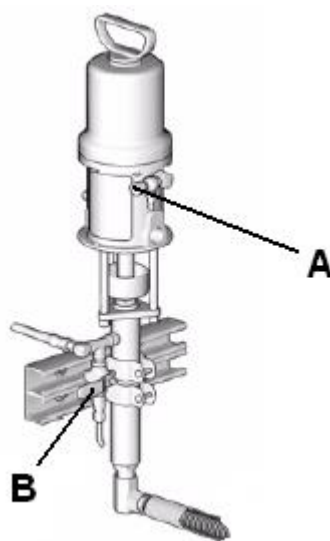

Рис.5
1. Закройте кран подачи воздуха (А) на промывочный насос (Рис.5).